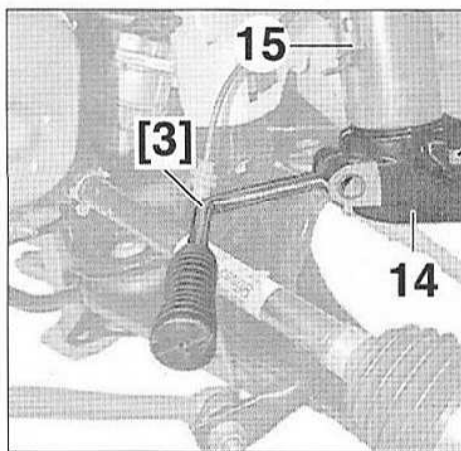

FIG. 17
- la rotule de direction (9),
- la rotule inférieure (10).
- Récupérer le protecteur (11) de la rotule.
- Déposer l'écrou supérieur (12) de la biellette de liaison, en contre-serrant la rotule à l'aide d'une clé à empreinte Torx.
- Ecarter la biellette (13) de l'amortisseur.
- Séparer le pivot (14) de l'amortisseur (15), en introduisant l'outil [3] dans l'ouverture du pivot et en le tournant d'un quart de tour (Fig. 17).